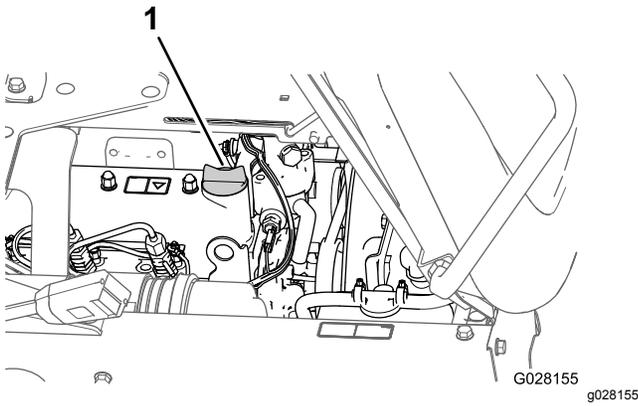

Figura 72
5. Retire el tapón de llenado de aceite del cuello de llenado de la tapa de válvulas del motor (Figura 72), y vierta lentamente aproximadamente el 80% de la cantidad especificada de aceite por el cuello de llenado.
8. Instale el tapón de llenado de aceite en el cuello de llenado (Figura 72).